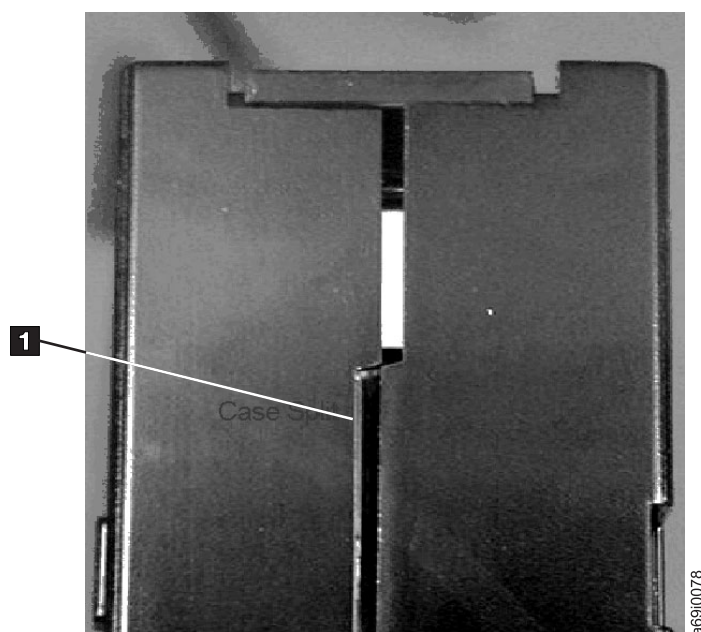

Figura 12. Ricerca di interruzioni nelle giunzioni di una cartuccia
- Esaminare il retro della cartuccia (la parte che viene caricata per prima nell'area di caricamento nastro) e verificare che non vi siano interruzioni nelle giunzioni della custodia della cartuccia (consultare **1** in Figura 12 e **4** in ltomedia_leaderpins_reposition.dita#ltomedia_leaderpins_reposition/mepiln). In presenza di interruzioni (vedere Figura 12), è possibile che il perno guida sia fuoriuscito dalla sua posizione. Andare in ltomedia_leaderpins.dita#ltomedia_leaderpins.